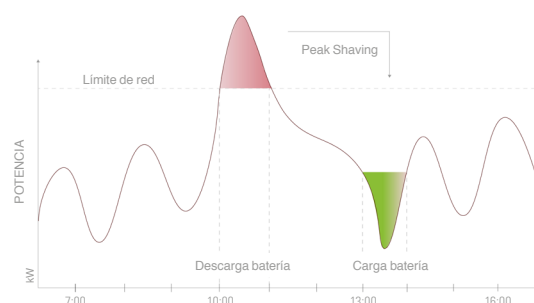

Fig. 27. Peak-shaving vs tiempo.
- ❑ La particularidad de la función Peak Shaving permite que la energía necesaria para el inversor se obtenga en parte del rectificador (hasta el límite establecido), y el resto lo suministren las baterías, que actúan como sistema de almacenamiento de energía (ESS, del inglés "Energy Storage System"). De esta manera, la potencia absorbida de la red queda limitada, con el doble beneficio de menor consumo de red (y menor potencia contratada), y el dimensionamiento del sistema de energía ajustado al consumo promedio, en lugar del consumo de los picos máximos de demanda de las cargas. En los instantes en que estemos por debajo de las picos de demanda de las cargas, y siempre por debajo del límite de absorción de entrada establecido, se recargarán las baterías, para su disponibilidad en el próximo ciclo de pico de consumo (ver Fig. 27).
Los Sistema de Alimentación Ininterrumpida serie SLC CUBE3+ PS, están pensados y diseñados para su conexión en «paralelo» con un máximo de hasta cuatro unidades, a condición de que sean del mismo modelo (configuración, tensión, potencia, frecuencia, autonomía, ...), todo ello sin hardware adicional. En las Fig. 27 y 28 se muestra a modo de ejemplo los esquemas de conexionado de un sistema en paralelo trifásico/trifásico, con y sin línea de bypass estático independiente. En ambos esquemas únicamente están representadas las conexiones de potencia de entrada-salida y el BUS de control del paralelado.